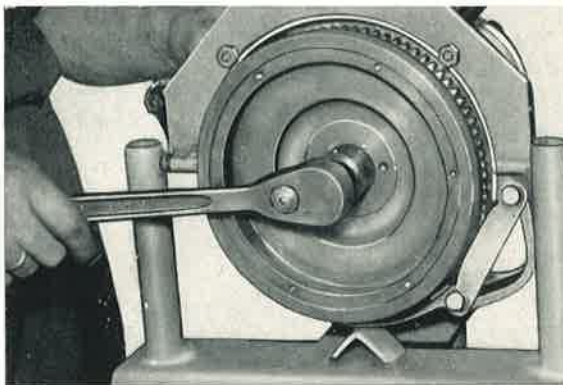

Bild 172: Rechts unten die Schwungscheibenfeststellvorrichtung, die Arbeiten an der Schwungscheibe gestattet.
2. Schwungscheibe gegen Verdrehen sichern (Feststell-Vorrichtung WO 4) (Bild 172).
3. Schwungscheiben - Mutter abdrehen (Steckschlüssel 27 mm) (Bild 172).